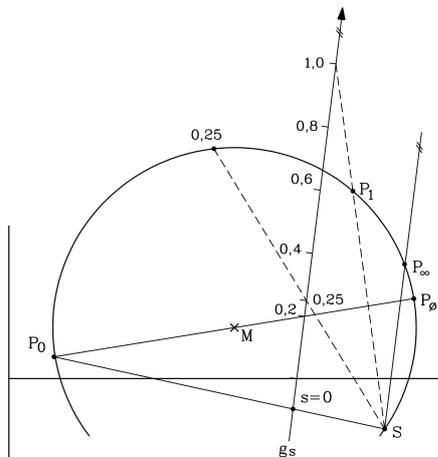

Bild 2.6-1: Konstruktion der Schlupfgeraden
2) Mit der Konstruktion der Schlupfgeraden g_s (Bild 2.6-1) wird Bild 2.6-4 bestimmt.